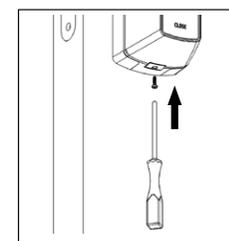

Fig. 8
- 6 Aparafuse a concha traseira e a unidade do motor com o parafuso de fixação (fig. 8).